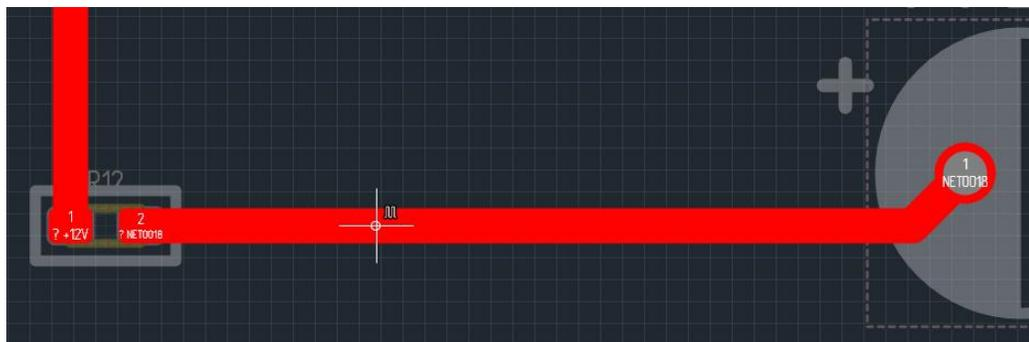

Рис. 295 Точка начала меандра
1. Активируйте инструмент «Разместить меандр» и наведите курсор на трек, длину которого требуется увеличить, и определите точку начала меандра, см. Рис. 295.